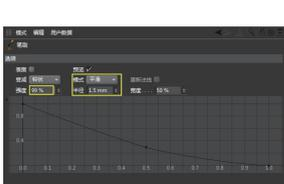

图 5-47
**06** 执行“网格”|“移动工具”|“笔刷”命令，启动笔刷后设置笔刷的选项，如图 5-47 所示。